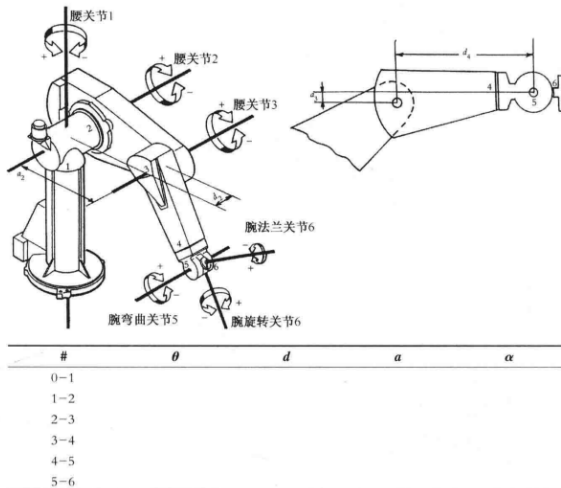

图 P.2.33 Puma 562 机器人
2.33 对于如图 P.2.33 所示的 6 轴机器人 Unimation Puma 562: